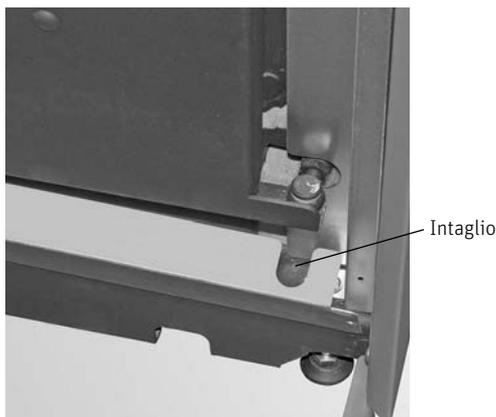
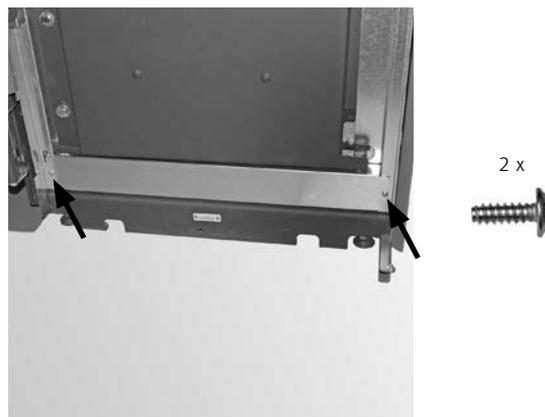

Fig. 74 L'intaglio deve trovarsi in corrispondenza del supporto sportello
Fig. 75 Montare il rivestimento
- Montare il rivestimento sotto lo sportello del vano cenere con 4 viti autofilettanti (Fig. 75), l'intaglio in alto deve trovarsi in corrispondenza del supporto sportello (Fig. 74).